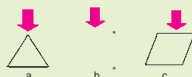

图 1-36 各种结构承重能力比较
(2) 用相同的材料,自己设计方案,研究四边形结构的承重能力(图 1-36 b、1-36 c)。